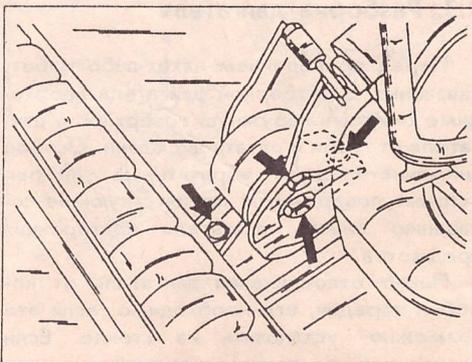

Рис. 11.
Установка передней подвески производится в последовательности обратной ее снятию. Затянуть болты (А) и гайку (Е) указанными на рис. 11 моментами. Не забыть при этом установить теплозащитный экран.
К ней относится опора (5) на рис. 12. При снятии опоры следует руководствоваться рис. 11. Если имеется гидроусилитель рулевого управления, отсоединить трубопроводы идущие к нему. Отвернуть крепежный болт опоры подвески от двигателя и отсоединить опору от поперечины. Теперь можно вынуть опору.